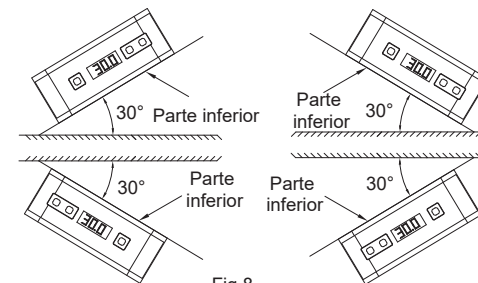

Fig.8
7. O instrumento pode ser utilizado em 4 orientações, o visor vira quando a parte inferior fica virada para cima. (Fig. 8)